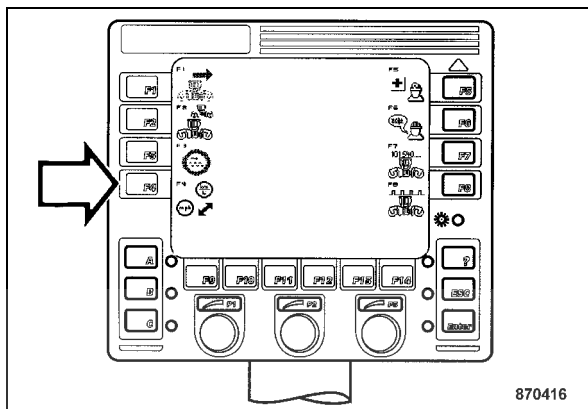

fig. 75
- Appuyer sur la touche "F4" (fig. 75).